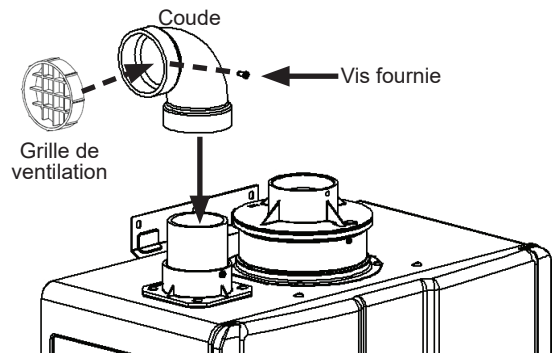

Figure 45
4. Placer la grille de ventilation ou le filtre d'air ambiant à l'intérieur du coude et le fixer avec la vis fournie. Utiliser le filtre d'air ambiant en présence d'une atmosphère chargée de poussière (figure 45). Remarque: